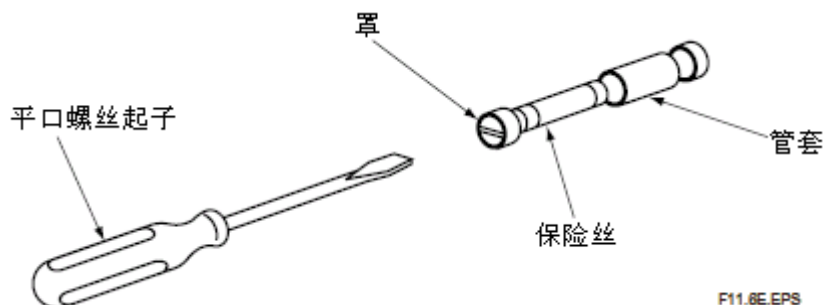

图 11.6 取保险丝
- (1) 为安全更换，关闭变送器电源。
- (2) 从保险丝座上取下保险丝。用适当的平口螺丝起子（正好适合固定槽（图 11.6）），反时针旋转保险丝固定罩 90°。这样操作后，你可以随罩一起取出保险丝。